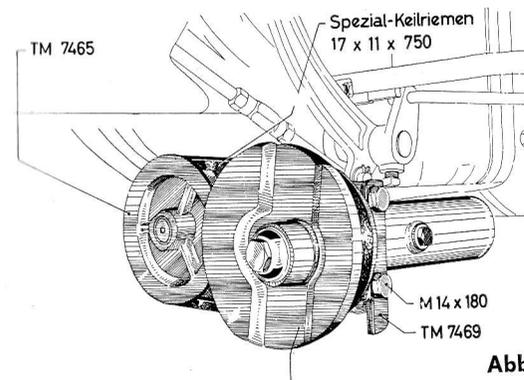
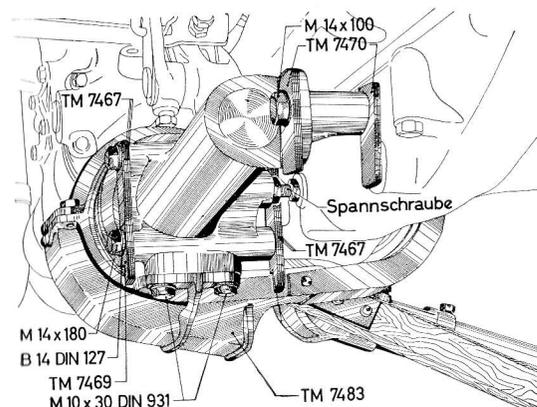

Abb. 2
Abb. 3
- Bevor das **Vorgelege** am Getriebegehäuse des Schleppers angeschraubt wird, muß die Unterlage TM 7469 (ohne Schlitz) an der äußeren Seite des Vorgeleges aufgelegt und dann die beiden Sechskantschrauben M14×180 durchgesteckt werden (Abb.2). Ohne Spannbeilagen TM7467 wird nun das Mähantriebsvorgelege am Schleppergetriebe mit den lose aufgesetzten Sechskantschrauben M 14×180 bis ganz an das Getriebegehäuse angeschoben. Die beiden Spezialkeilriemen 17×11×750 (Abb. 2), dürfen **nicht gewaltsam** aufgelegt werden. Mit Hilfe der Spannschraube (Abb.3) wird das Vorgelege so weit vom Getriebegehäuse abgedrückt, bis die Keilriemen die erforderliche Spannung haben. Dann wird die erforderliche Anzahl von Spannbeilagen TM 7467 zwischen Schleppergehäuse und Mähantriebsvorgelege geschoben. Die restlichen Spannbeilagen TM 7467 sind zwischen die Unterlage TM 7469 und dem Vorgelegegehäuse gemäß Abb.3 zu legen. Die hintere Befestigungsschraube M 14×100 ist gemäß Abb.3 einzusetzen. Hierbei ist zu beachten, daß die Anzahl der Unterlagen TM 7470 zwischen dem Vorgelege und dem Getriebegehäuse genau der Anzahl der vorderen Spannbeilagen TM 7467 entspricht.
12. Der **untere Schutzkasten** TM 7483 wird mit den Sechskantschrauben M 10×30 und den dazugehörigen Federringen B 10 am Vorgelege gemäß Abb. 3 befestigt. Der **obere Schutzkasten** TM 7495 wird mit einer Sechskantschraube M 10×30 sowie Sechskantmutter und Federring am unteren Schutzkasten TM 7483 befestigt (Abb. 13).